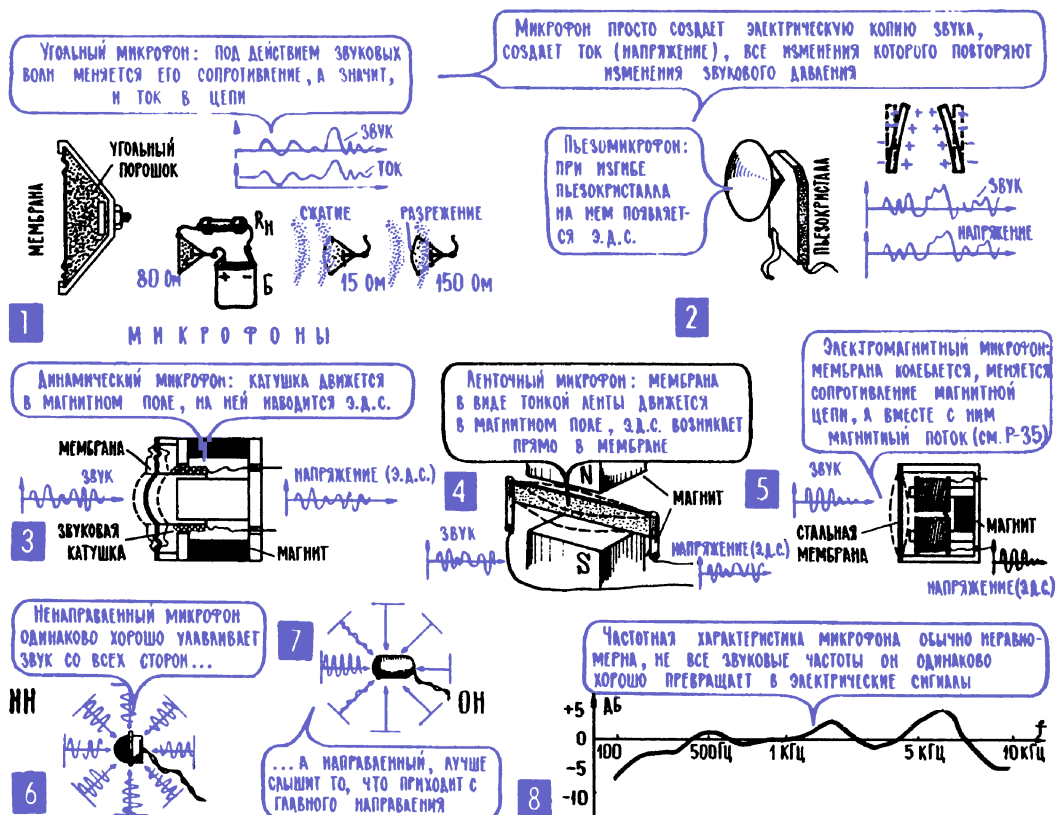

Рис. 8.3. Микрофон
3. Микрофон создает электрическую копию звукового сигнала. Самый простой и самый распространенный способ перевода звука на электрический язык – это создание точной электрической копии звукового сигнала, создание такого переменного тока или такого переменного напряжения, которые следовали бы за всеми изменениями звукового давления (рис. 8.3). Такое преобразование как раз и осуществляет микрофон.
Существует несколько разных типов микрофонов, все они решают одну и ту же задачу, но используют при этом разные физические процессы. Основа угольного микрофона (рис. 8.3; 1) – мелкий угольный порошок. Под действием звуковых волн частички порошка то сближаются, то, наоборот, несколько отходят друг от друга. При этом меняется сопротивление порошка и ток в цепи, в которую включен микрофон. Для включения угольного микрофона могут понадобиться источник постоянного тока и элемент, который сможет отделить постоянный ток от переменного, появившегося под действием звуковых колебаний. Роль такого разделителя прекрасно выполняет трансформатор (постоянная составляющая просто не создает напряжения во вторичной обмотке), который одновременно, если нужно, может повысить переменное напряжение.
В пьезоэлектрическом микрофоне под действием звуковых волн несколько деформируется пьезокристалл и создает при этом электрическую копию звука (рис. 8.3; 2). В динамическом микрофоне напряжение наводится на легкой подвижной катушке, которую звуковые волны двигают в магнитном поле (рис. 8.3; 3, гл. 5; 10). В ленточном микрофоне вместо катушки одиночный проводник, тончайшая алюминиевая ленточка (рис. 8.3; 4).
Основа электромагнитного (индукционного) микрофона – магнитная цепь из стали, в которой имеется небольшой воздушный зазор (рис. 8.3; 5). Под действием звуковых волн стальная мембрана колеблется, воздушный зазор меняется, вместе с ним меняется магнитное сопротивление всей магнитной цепи, а значит, и общий магнитный поток (гл. 5; 8, 10). Этот поток пронизывает витки неподвижной катушки, и при изменении магнитного потока в ней наводится ЭДС, создается электрическая копия звука. В конденсаторном микрофоне одна из обкладок подвижна, и под действием звуковых волн она колеблется. При этом и емкость конденсатора несколько меняется, повторяя все изменения звукового давления. Конденсатор включен в цепь постоянного тока, и при изменении емкости происходит заряд или разряд конденсатора: если пластины сближаются и емкость растет, то к пластинам движутся дополнительные заряды; если пластины удаляются, то некоторое количество зарядов уходит с них.
Еще одна важная характеристика микрофона – диаграмма направленности (рис. 8.3; 6, 7). В некоторых случаях, например когда микрофон установлен в зрительном зале и собирает «реакцию публики», он должен одинаково хорошо принимать звуки со всех сторон, то есть здесь нужен ненаправленный микрофон. А бывает, что нужно передать только голос певца или оратора, и тогда лучше будет работать однонаправленный микрофон, он, по крайней мере, не будет собирать лишние шумы, которые приходят к нему с разных сторон.
Будет двигаться и создавать звук также мембрана электромагнитного (индукционного) микрофона, если по его катушке пропустить низкочастотный переменный ток. При изменении тока меняется магнитный поток катушки, и мембрана то сильнее, то слабее притягивается к сердечнику электромагнита, совершает колебания (рис. 8.3; 5). Точно так же двигается в поле магнита катушка динамического микрофона – она сама, по сути, представляет собой электромагнит. Магнитное поле катушки, а значит, и
сила ее взаимодействия с внешним постоянным магнитным полем меняется при изменении тока в цепи, заставляя катушку двигаться. Именно электродинамическая система («электро» – это ясно, что такое, «динамо» – значит *движение*) постоянный магнит – подвижная катушка есть основа динамического громкоговорителя (динамика), самого распространенного преобразователя электрических сигналов в звук (рис. 8.3; 4).